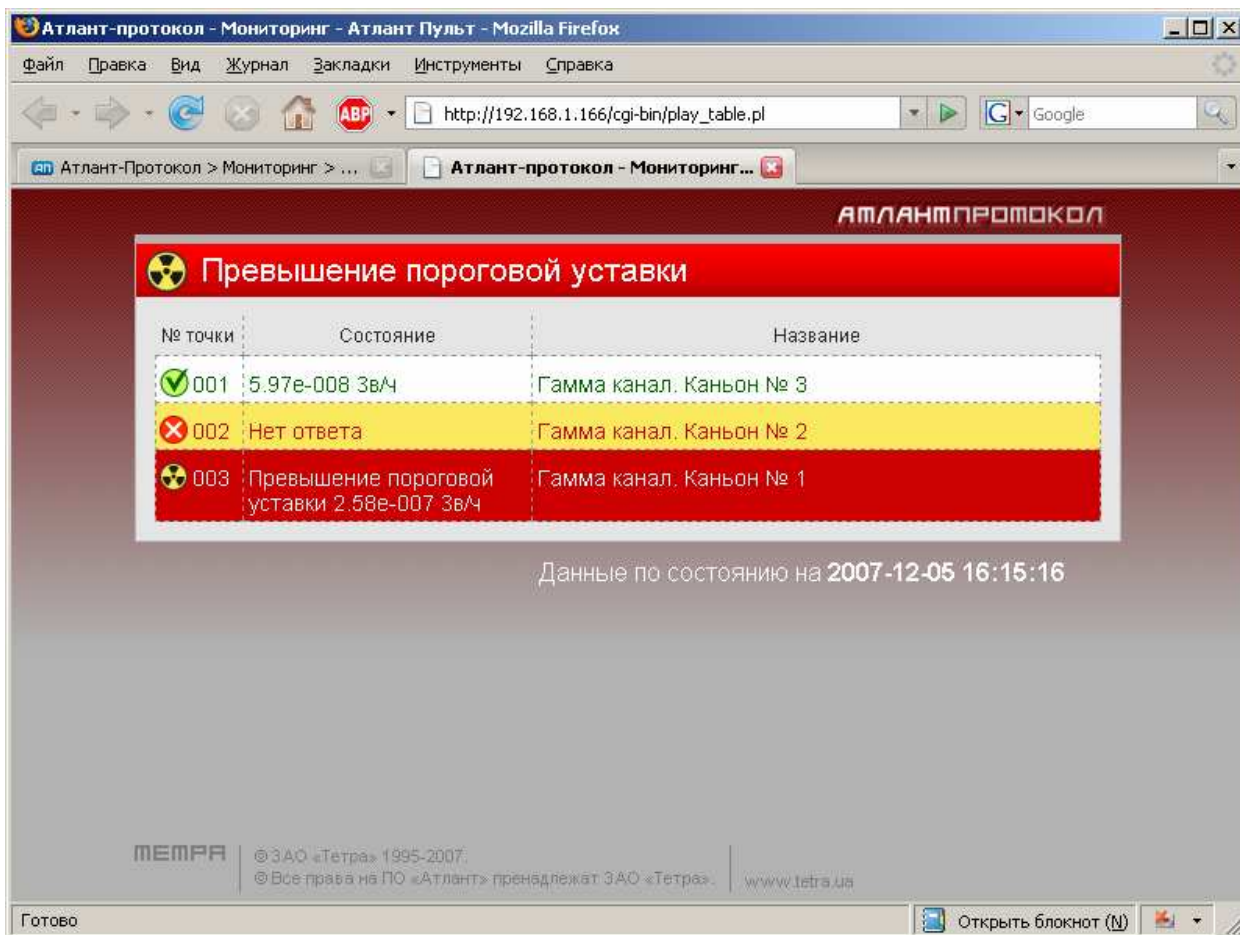

Рисунок 13. Индикация во время возникновения превышения пороговой уставки
- «Превышение пороговой уставки» - в одной или более точке контроля возникло превышение пороговой уставки. При этом точка контроля, в которой возникло превышение, подсвечивается красным цветом (Рисунок 13).